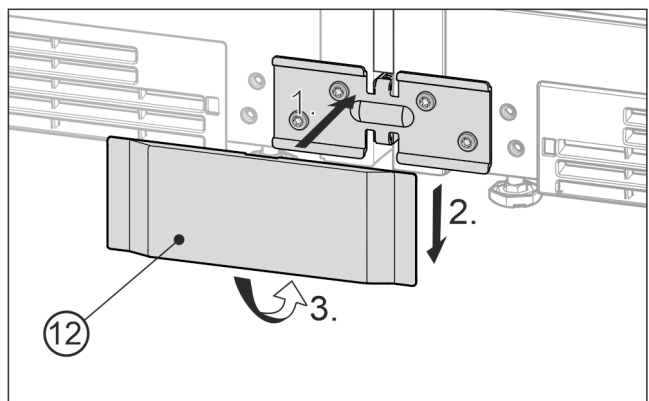

Fig. 25 Illustrationen är ett exempel
- ▶ Sätt fast den nedre täckplattan Fig. 25 (12) framifrån på vinkeln Fig. 25 (1), för den nedåt Fig. 25 (2) och lås fast nedtill Fig. 25 (3).